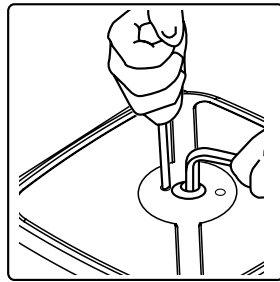

fig. 4b
2. Placer l'enrouleur vers le haut et introduire une clé hexagonale afin d'exercer un retour de force au niveau de l'axe. Desserrer les deux vis (pour les modèles 500110 et 500111, voir figure 4b) ou desserrer l'écrou (pour les modèles 500115 et 500116 voir figure 5b) et tourner légèrement la clé dans le sens des aiguilles d'une montre afin de diminuer la tension du ressort.